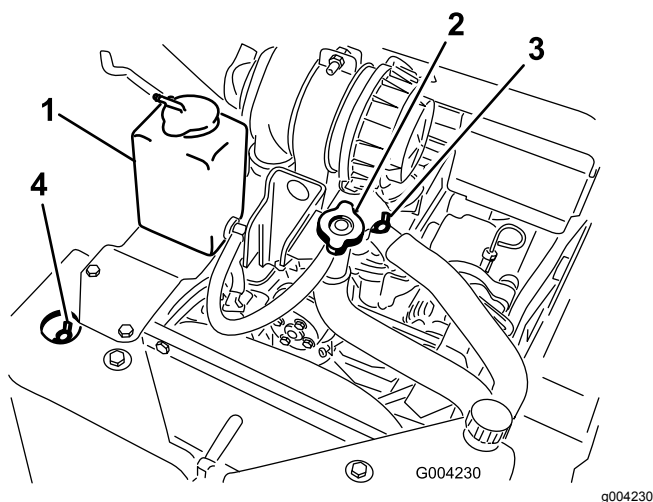

Figura 51
- A. Retire el tapón de llenado de refrigerante (Figura 51).
- B. Abra las válvulas de purga de refrigerante delantera y superior (Figura 51).
- C. Vierta refrigerante por el cuello de llenado de refrigerante hasta que el refrigerante empiece a salir de la válvula de purga de refrigerante delantera (Figura 51).
- D. Cierre la válvula de purga de refrigerante delantera (Figura 51).
- E. Vierta refrigerante por el cuello de llenado de refrigerante hasta que el refrigerante empiece a salir de la válvula de purga de refrigerante superior (Figura 51).
- F. Cierre la válvula de purga de refrigerante superior (Figura 51).
- G. Vierta refrigerante en el cuello de llenado de refrigerante hasta que el nivel de refrigerante llegue al cuello de llenado (Figura 51).
- H. Coloque el tapón de llenado de refrigerante (Figura 51).